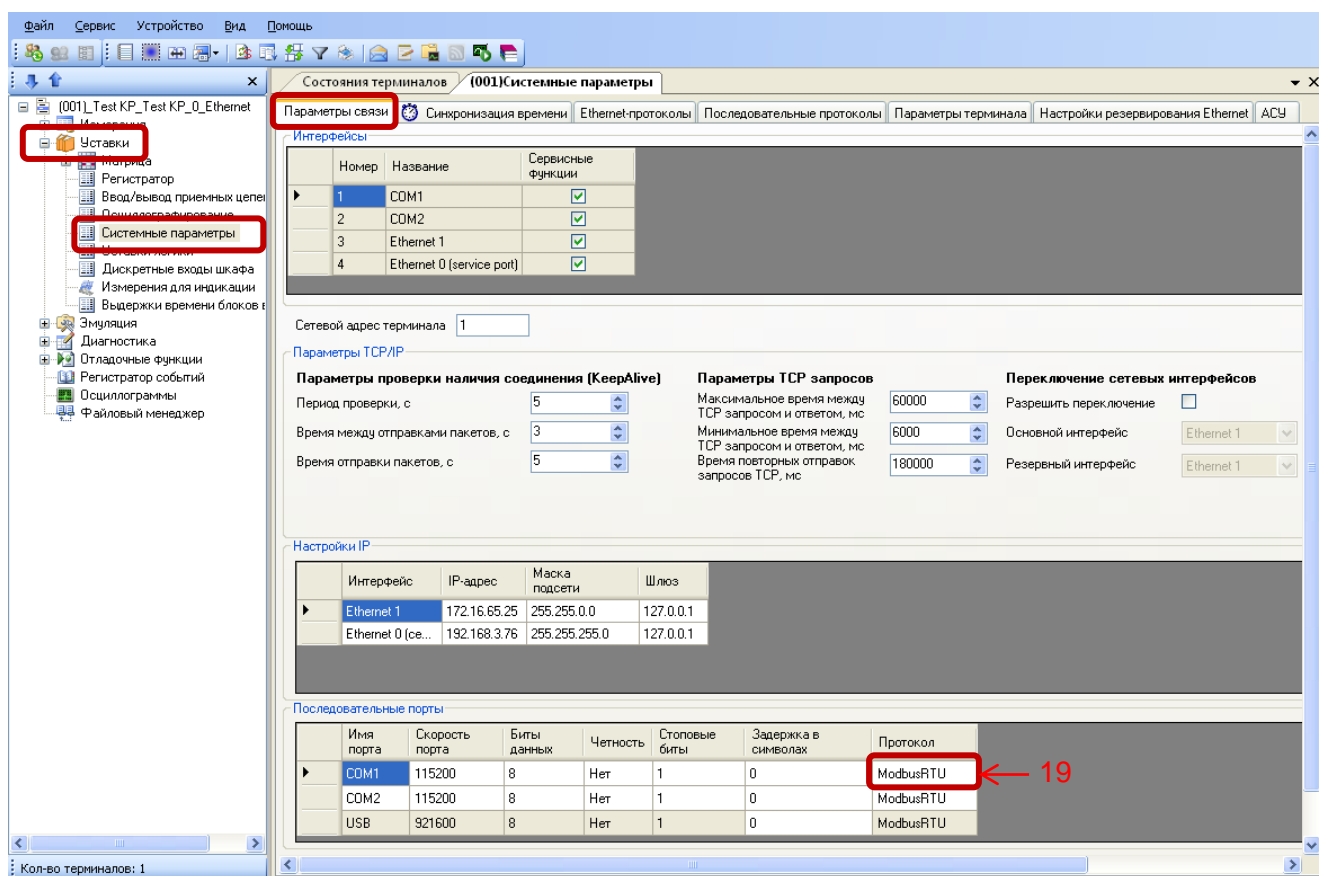

Рисунок 18 – Настройка параметров связи для протокола **Modbus RTU**
7.1.1 В «дереве» проекта ПО АРМ-релейщика выбрать **Уставки** -> **Системные параметры** и открыть окно, дважды щелкнув мышкой на соответствующем пункте «дерева» проекта (см. рисунок 18).
7.1.2 На вкладке **Параметры связи** для соответствующего последовательного интерфейса в разделе **Последовательные порты** выбрать протокол **Modbus RTU** (см. рисунок 18, обозначение 19).